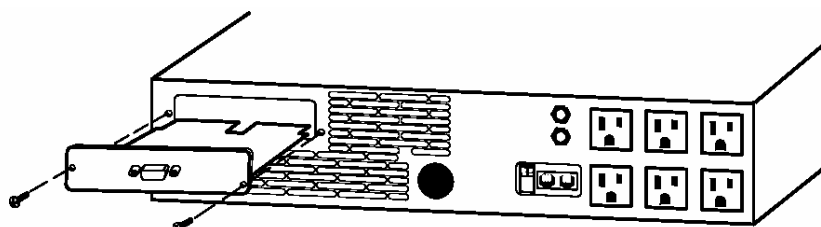

Рисунок 21. Снятие однопортового модуля
1. Снимите однопортовый модуль на задней панели ИБП. Отвинтите винты (см. рис. 21).